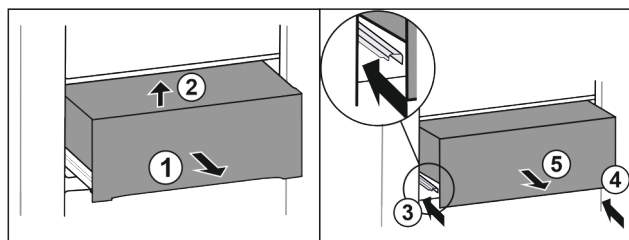

Fig. 28*
- ▶ Вытяните выдвижной ящик наполовину Fig. 28 (1).*
- ▶ Приподнимите спереди Fig. 28 (2).*
- ▶ Вставьте левую направляющую Fig. 28 (3).*
- ▶ Вставьте правую направляющую Fig. 28 (4).*
- ▶ Извлеките выдвижной ящик движением вперед Fig. 28 (5).*